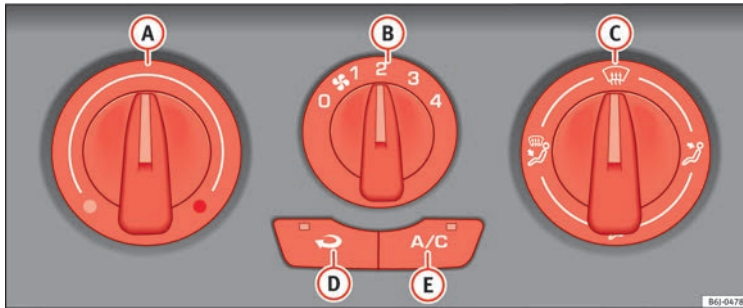

Abb. 128 Bedienelemente Klimaanlage in der Instrumententafel.
– Mit den Reglern » **Abb. 128** **A** und **C** und mit dem Schalter **B** stellen Sie die Tempe-